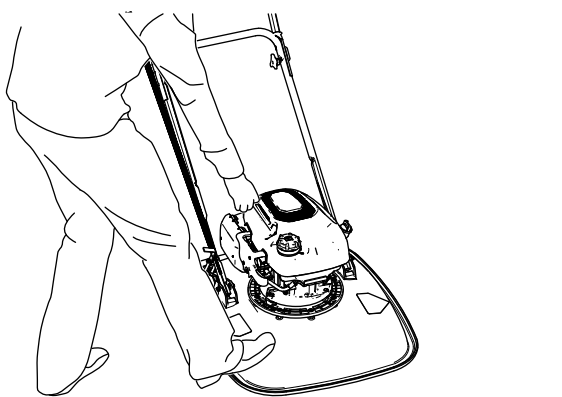

Figura 23
3. Coloque o pé na plataforma e incline a máquina para si (Figura 23).